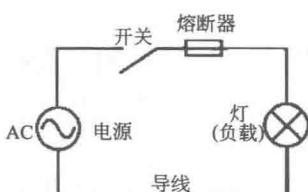

图1-1 电路的基本组成
(1) 建筑电气工程图一般是采用统一的图形符号并加注文字符号而绘制出来，属于简图。由于构成建筑电气工程的设备、元件及线路很多，结构类型不一，安装方法各有不同，只有借助统一的图形符号与文字符号来表达才比较合适。因此，绘制、阅读建筑电气工程图，首先就要明确和熟悉这些图形符号所代表的内容和含义，以及它们间的相互关系。
(2) 任何电路都必须构成闭合回路。只有构成闭合回路，电流才能够流通，电气设备才可以正常工作，这也是判断电路图正误的最重要条件。一个电路一般包括4个基本要素：电源、用电设备、导线及开关控制设备，如图1-1所示。